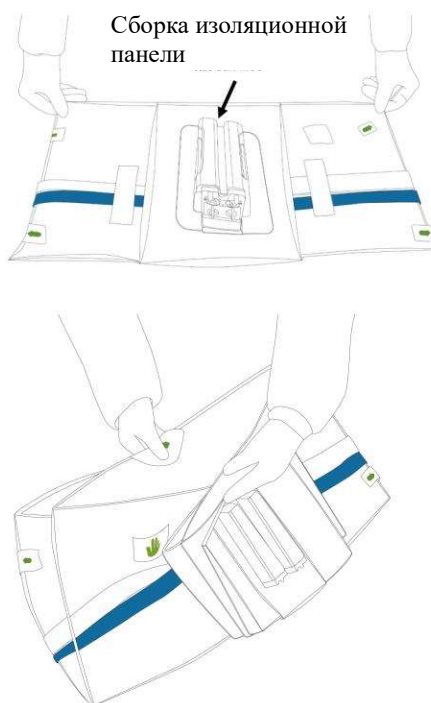

Рисунок 2.4. Захват накидки стерильной для кронштейна для инструментов
4. Поверните блок изоляционной панели наружу и возьмитесь одной рукой за конец изоляционной панели, а другой — за конец манжеты. (Рисунок 2.4)